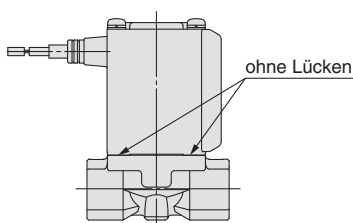

Abb.1
- 3) Drücken Sie die Spuleneinheit gegen das Gehäuse und ziehen Sie die Schrauben diagonal um min. 2 Umdrehungen fest (Abb. 2), so dass keine Lücken zwischen der Spule und dem Gehäuse vorhanden sind (Abb. 1).
- \* Nach dem Festziehen der Schrauben sicherstellen, dass zwischen Spule und Gehäuse keine Lücken vorhanden sind (Abb. 1).